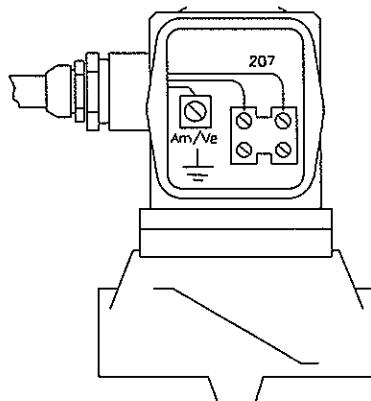

fig. 14
- Refer to *fig. 14* for electrovalve connection.
- Conectar la electroválvula según *fig. 14*.
- Connecter l'électrovanne suivant *fig. 14*.